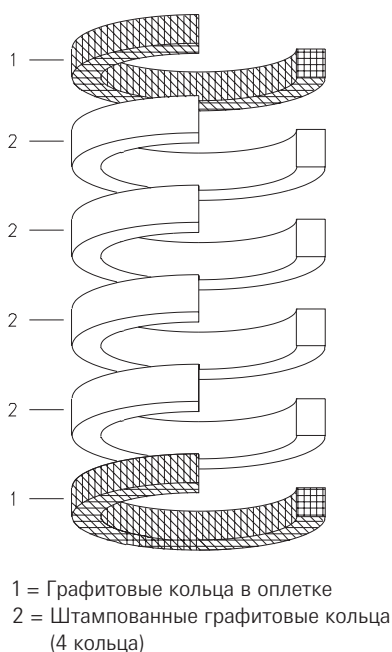

Рис. 3
2. Снимите гайки (16) болтов крышки сальника (15).
3. Поднимите фланец крышки (10) и крышку (9).
6. Укладка новой набивки сальника должна осуществляться поочередной установкой колец на шток внутри сальниковой коробки, убедитесь, что они правильно сориентированы. Продавите их на дно (См. Рис. 3).
7. Когда сальниковая коробка заполнится, верните крышку (9) и фланец крышки (10) на место.